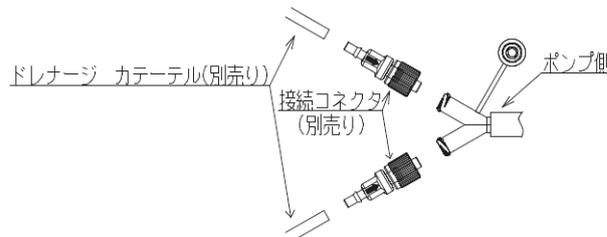

図1
- * 2. ドレナージ カテーテル2本で吸引する場合にはカテーテル付属の接続コネクタにドレナージ カテーテルを挿入し、各接続コネクタをポンプ側Yアダプタ(バルブ型400mL (Iアダプタ2本タイプ)についてはそれぞれのIアダプタ)に、コネクタに印字されている矢印の向きに取り付け、それぞれロックリングを締める。(図1)